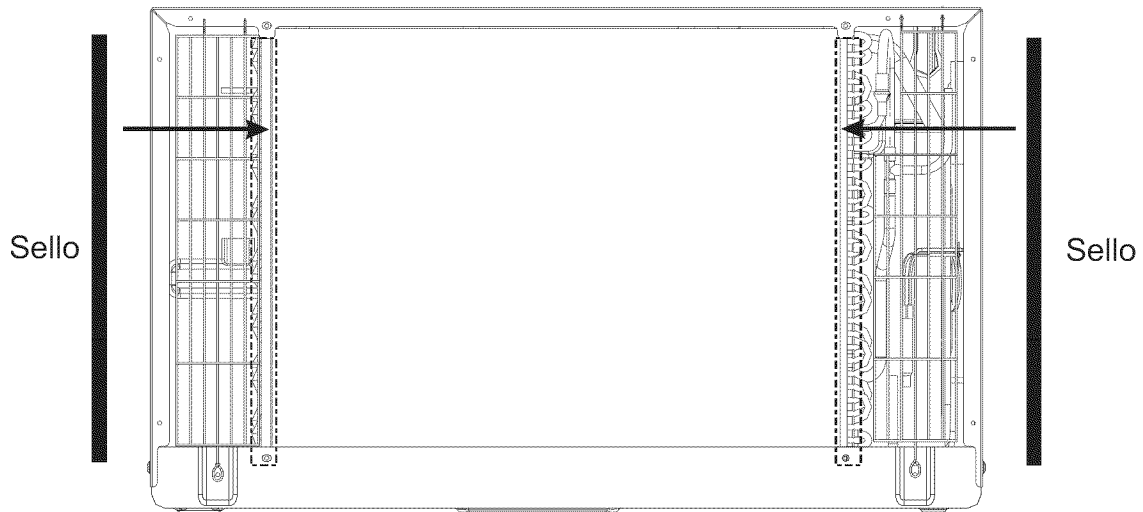

Fig. 1
1. Adhiera las 2 piezas de sellado (1"X3/8"X14") como se indica en la Fig. 1.